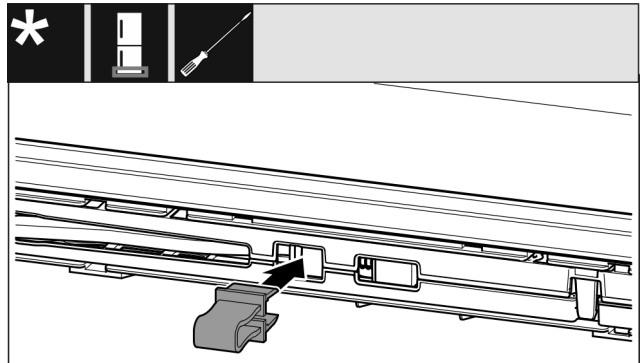

Fig. 14
- Sicherung in Öffnung einrasten Fig. 14 ().